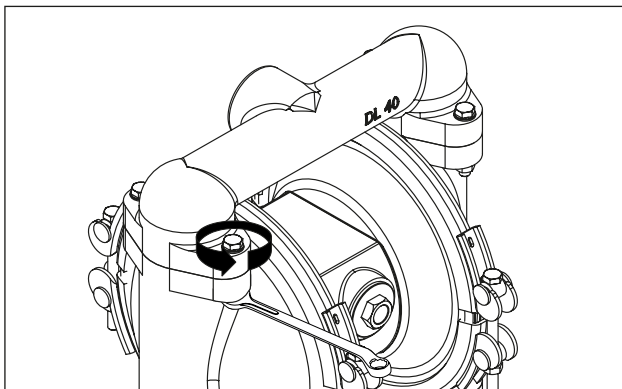

Fig. 9 Enlever le tuyau d'aspiration et de refoulement.
- Desserrer les vis et déposer les collecteurs d'aspiration et de refoulement (Fig. 9).